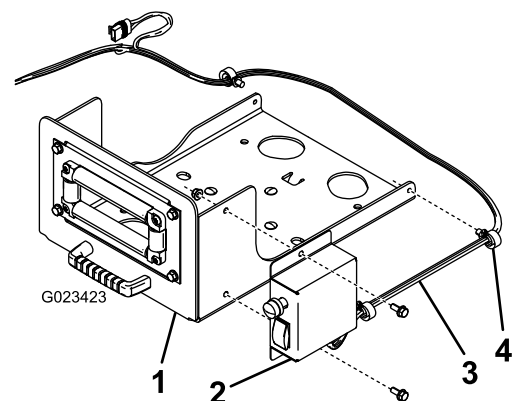

図6
5. スwitchボックスをスイベルプレートに取り付けるボルト5/16 インチ2本と、フランジナット5/16 インチ2個で図6のように取り付ける。
6. ワイヤハーネスを、スイベルプレートの側部に固定する既存のクリップを使用する 図 6。